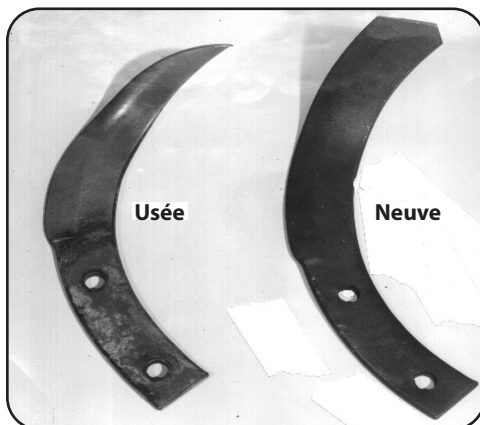

Figure 5-31
Vérifiez si les dents sont usées ou endommagées toutes les trente (30) heures d'utilisation. Le degré d'usure varie selon les heures d'utilisation et l'état du sol. Au fur et à mesure de leur utilisation, les dents deviendront plus courtes, plus étroites et plus pointues. Voir Figure 5-31.